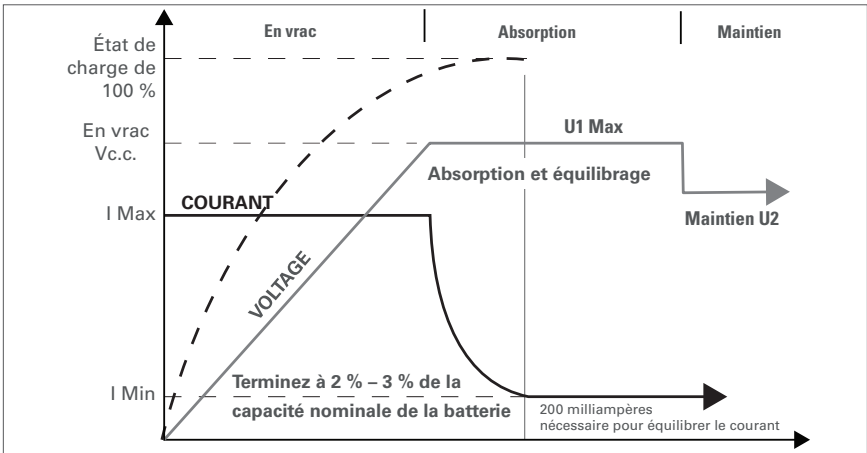

Figure 14. Graphique de charge.
- **C'est possible.** La charge à court terme à l'aide d'un chargeur au plomb n'est possible que si les tensions en vrac et d'absorption sont égales ou inférieures à la tension en vrac. Reportez-vous au **Tableau 2-1 Spécification électrique DLP** des paramètres de charge et à la **figure 14 Graphique de charge**.